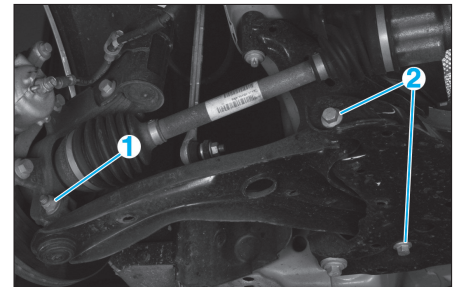

Fig. 13
- Déposer la fixation (1) de la rotule de bras inférieur et l'extraire du pivot à l'aide d'un extracteur approprié (Fig.13).